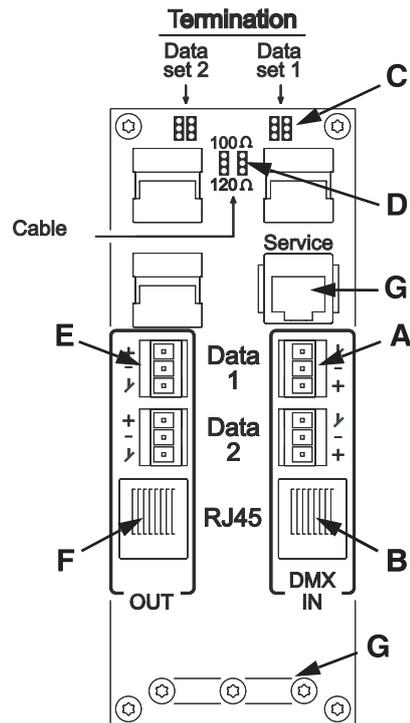

Figura 11: Conexões DMX
Veja a Figura 11. Conecte o cabo de dados da luminária aos terminais screwdown **Data 1 DMX IN** (A), conforme a seguir:
3. Conecte o adaptador DABS1 à Exterior 1200 Wash usando um conector XLR conectado à conexão de dados ou utilizando um soquete de serviço RJ-45 no compartimento de conexões, atrás da tampa de proteção traseira (veja **G**, Figura 11, na página 24). Se a conexão for via conexão de dados, note que você somente pode conectar uma luminária de cada vez.